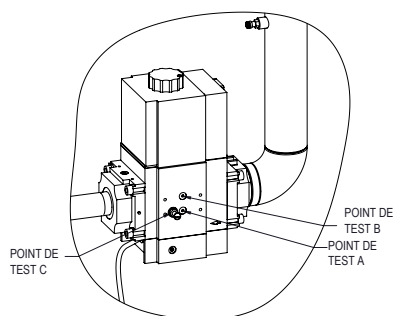

Figure 104. Emplacements de mesure de pression de gaz
2. Connectez un manomètre gradué de 12 po à un point de purge situé en amont, sur le tuyau d'alimentation en gaz de la chaudière (point de mesure "A", **Figure 104**).
3. Connectez un manomètre gradué de 24 po à un point de mesure de pression situé près du robinet d'arrêt, en aval de la vanne de gaz (point de mesure "C", 82, à la **Figure 104**).
Vérifier la pression de gaz du collecteur à la sortie de la vanne de gaz prise de pression (point de test « C » sur la **Figure 104**). Faire référence à l'autocollant de démarrage en usine sur l'unité pour un fonctionnement naturel et plages de pression et tolérances du gaz propane.
Le point de test C est un point de purge située en aval de la vanne de gaz et en amont du robinet d'arrêt manuel, voir **Figure 104**